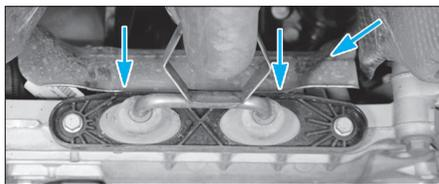

Fig. 15
- Déposer les vis (5) de fixation du berceau.
- Déposer la tôle calorifuge située au-dessus du boîtier de direction (flèches) (Fig.15).